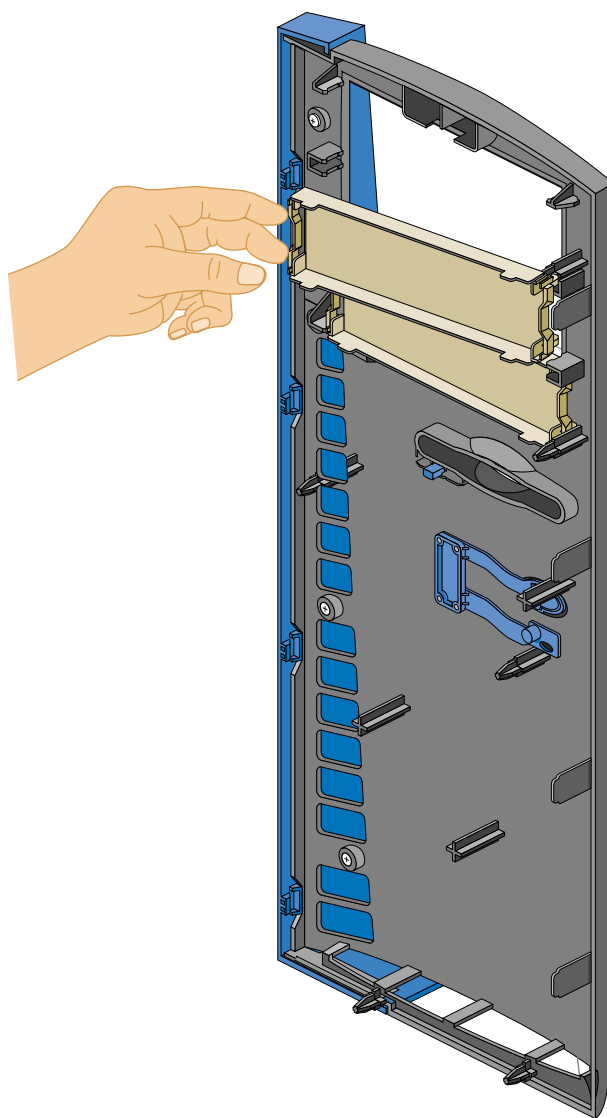

図 2-9 ベゼルブランキングプレートの取り外し
- ブランキングプレートを取り外すには、ブランキングプレートの片方の端の爪を内側に押し込み、ベゼルからブランキングプレートを引き出します。図 2-9 にその手順を図示します。